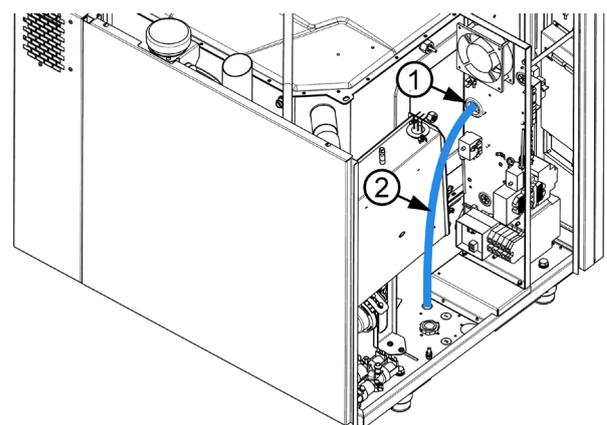

Abbildung 8: Einfädeln des UTP-Kabels durch die Gummitülle
Auf der Elektroplatte des Geräts befindet sich neben der Relaisplatte eine Gummitülle (1). Führen Sie das UTP-Kabel (2) durch diese Tülle (2) ins vorte Teil des Elektroplattes (siehe Abb. 8)